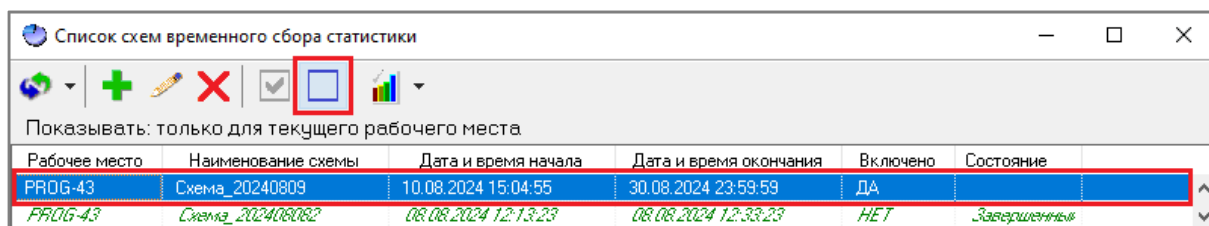

Рисунок 12-121 Отключение схемы ВСС через панель инструментов окна "Список схем временного сбора статистики"
- либо нажмите кнопку «Отключить схему(ы)»  на панели инструментов (см. п. 12.6.1.1) окна «Список схем временного сбора статистики» (см. Рисунок 12-121);